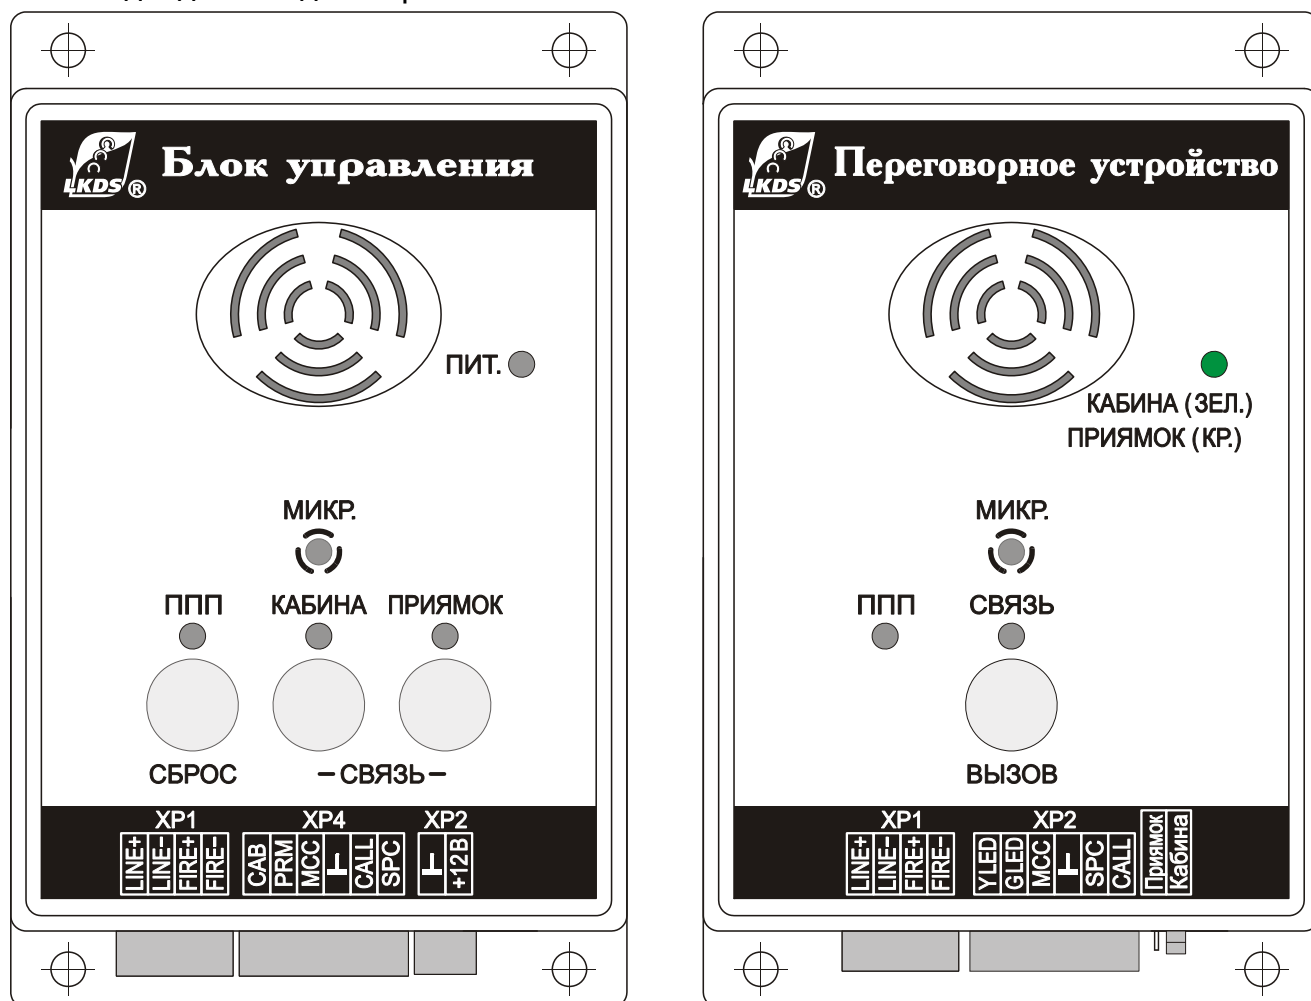

Рисунок 1. Внешний вид блока управления и переговорного устройства системы связи лифта.
1.4.1.2. Блок управления системы связи лифта выполнен в пластмассовом корпусе (см. рис. 1) на передней панели которого расположены:
1.4.1.3. Переговорное устройство системы связи лифта выполнено в пластмассовом корпусе (см. рис.1) на передней панели которого расположены:
2.1.1 В зависимости от места планируемой установки переговорного устройства необходимо выполнить установку джамперов «Прямок» или «Кабина» (см. рис. 1).